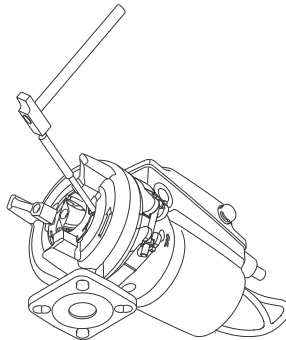

Fig. 15 Fjern kuttingen
2. Løsne kuttingen (44), og åpne bajonett-låseringen ved å slå på eller dreie kuttingen 15-20 ° med klokken. Se fig. 15.